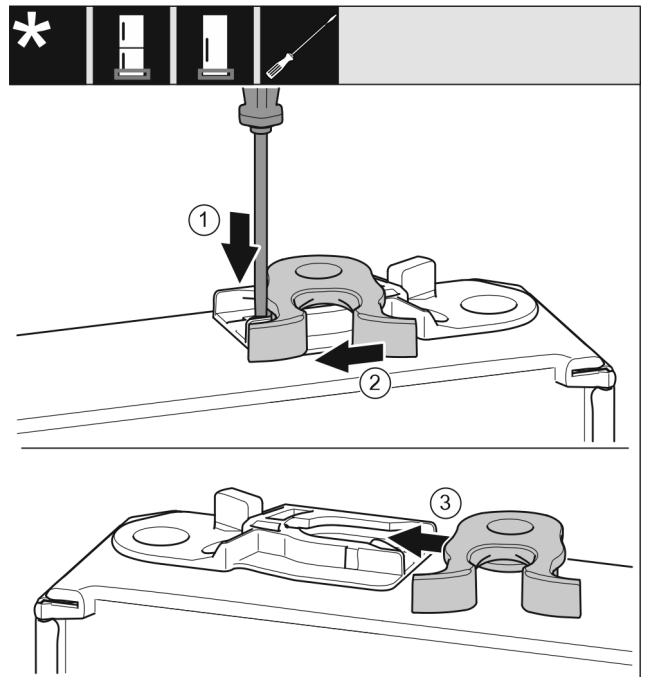

Fig. 23 \*
- ▶ Plochým skrutkovačom zatlačte sponu Fig. 23 (1) nadol.\*
- ▶ Vytiahnite zatvárací hák Fig. 23 (2) z vedenia.\*
- ▶ Zasuňte zatvárací hák Fig. 23 (3) na druhej strane do vedenia.\*